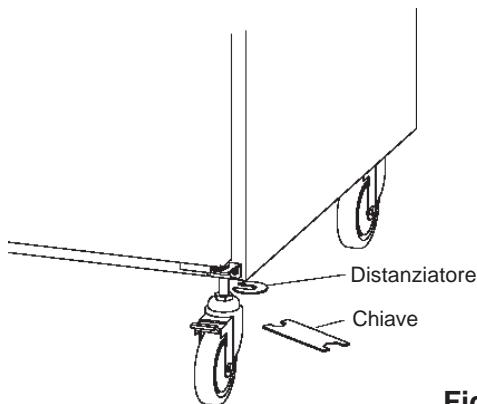

Fig. 4
- 6) Disporre il refrigeratore/congelatore in posizione orizzontale lungo l'asse fra il lato destro e sinistro e l'asse fra il lato anteriore e posteriore. Per regolare l'altezza della macchina, inserire i distanziatori (accessori) nei giunti delle ruote orientabili. Utilizzare la chiave (accessorio) per allentare o serrare le ruote orientabili. Una volta posizionata orizzontalmente la macchina, serrare saldamente le ruote orientabili. Bloccare i fermi delle ruote orientabili anteriori. Vedere Fig. 4.